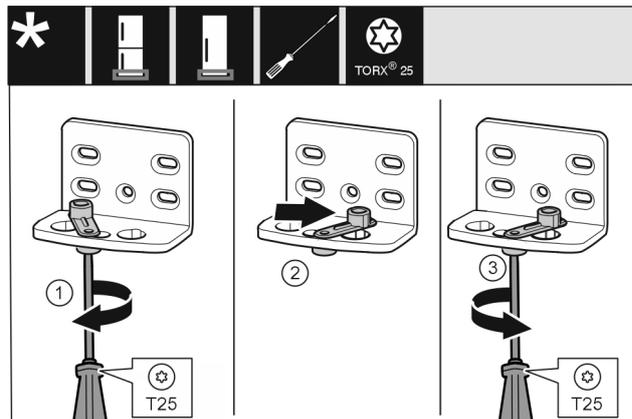

Fig. 12
- ▶ Înșurubați slăbit șurubul cu șurubelnița T25. Fig. 12 (1)
- ▶ Ridicați dispozitivul auxiliar de închidere a ușii și rotiți-l cu 90° spre dreapta în orificiu. Fig. 12 (2)
- ▶ Înșurubați ferm șurubul cu șurubelnița T25. Fig. 12 (3)